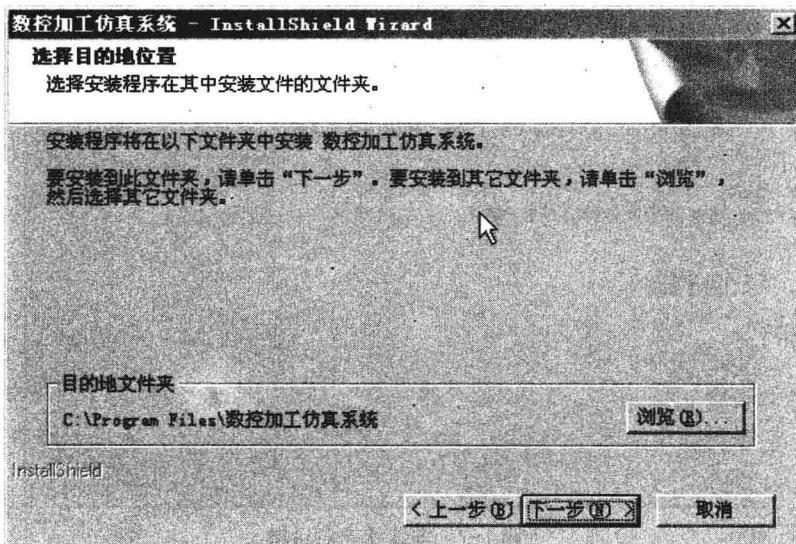

图 1-5 安装目标文件夹选择
7) 系统弹出选择目标位置对话框，在“目的地文件夹”中单击“浏览...”按钮，选择所需的目标文件夹，默认的是“C:\Program Files\数控加工仿真系统”。目标文件夹选择完成后，单击“下一步”按钮，如图 1-5 所示。